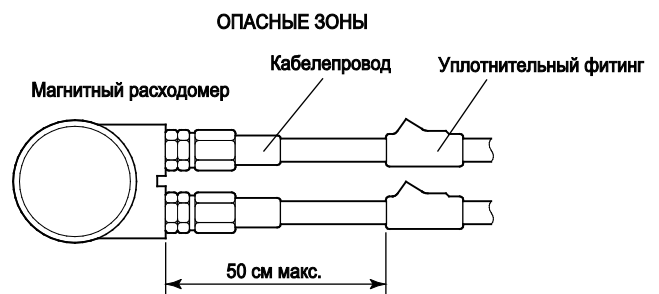

Рисунок 14.3 Прокладка электропроводки в кабелепроводе
- В опасных зонах проводку следует выполнять в кабелепроводах, как показано на рис. 14.3.